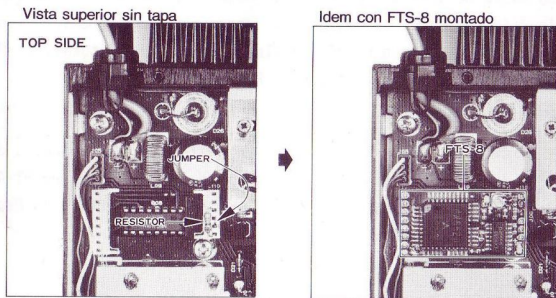

Figure 2.
- (2) Refiriendonos a la Fig 2, página siguiente, para la banda de 2 m y del la Fig 3, para la de 70 cm, se localizan la clavija de 6 pautillas con sólo un puente y una resistencia de 56 kOh de 1/4 de vatio (con bandas verde-azul-naranja) y se retira el puente y la resistencia. Estos no serán ya necesarios a menos que se desmonte posteriormente la unidad FTS-8.